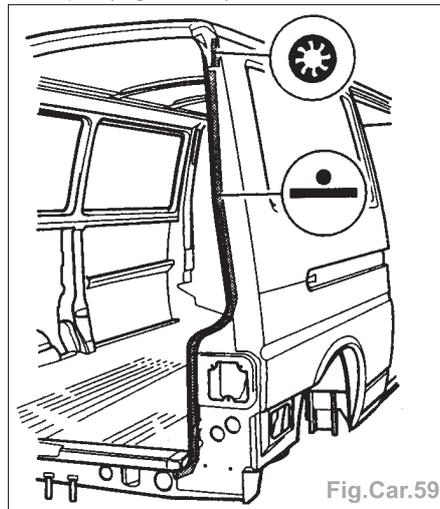

Fig.Car.59
- le panneau latéral à la pointeuse électrique (Fig.Car.59),